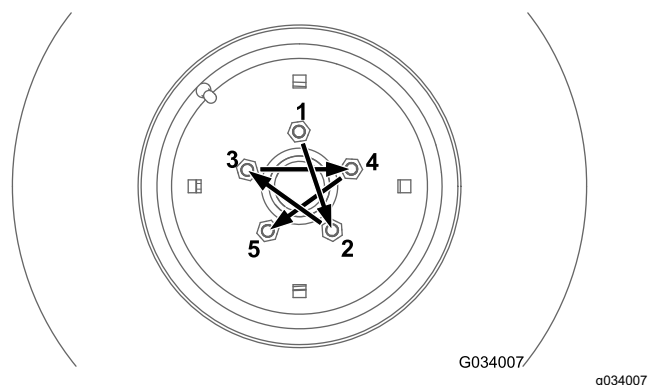

Figure 65
Serrez les écrous des roues avant et arrière (modèles à 4 roues motrices seulement) au couple spécifié et dans l'ordre indiqué, comme montré à la Figure 65 et la Figure 66.
- Roues avant, voir Figure 65.